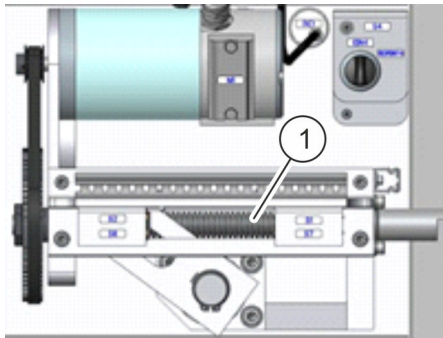

Abb. 17: Getriebespindel schmieren
2. ➔ Getriebespindel (Abb. 17/1) mit einem Tuch reinigen.
3. ➔ Getriebespindel (Abb. 17/1) mit einem Pinsel und Schmiermittel „Gleitmo 805“ schmieren.